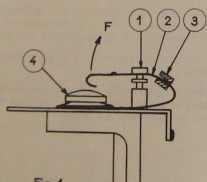
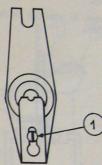

Fig. 1
Fig. 2
f) Tendre les suspensions : la tension des suspensions est obtenue uniquement par les lames ressorts ; pour cela, dévisser les vis (rep. 1, fig. 1). Le cadre ne doit pas vibrer si on laisse tomber le galvanomètre d'environ 1 cm. Les lames ressorts doivent alors s'appuyer sur la face supérieure de la gorge des vis (rep. 1, fig. 1).
La tension des suspensions est obtenue uniquement par les lames ressorts. Pour cela, dévisser les vis (rep. 1, fig. 1). Le cadre ne doit pas vibrer si on laisse tomber le galvanomètre d'environ 1 cm. Les lames ressorts doivent alors s'appuyer sur la face supérieure de la gorge des vis (rep. 1, fig. 1).
— Démonter les vis (rep. 1, fig. 1).
— Recambrer la lame ressort n° 2 (fig. 1) dans le sens F. Les pinces seront placées en 3.
— Remonter la vis 1 et la visser de façon que la lame ressort soit le plus près possible de la vis 4 (fig. 1). La fente de la vis sera placée comme sur la fig. 2.
b) placer le cadre sur le corps et introduire les suspensions dans le trou de la vis (rep. 4, fig. 1).